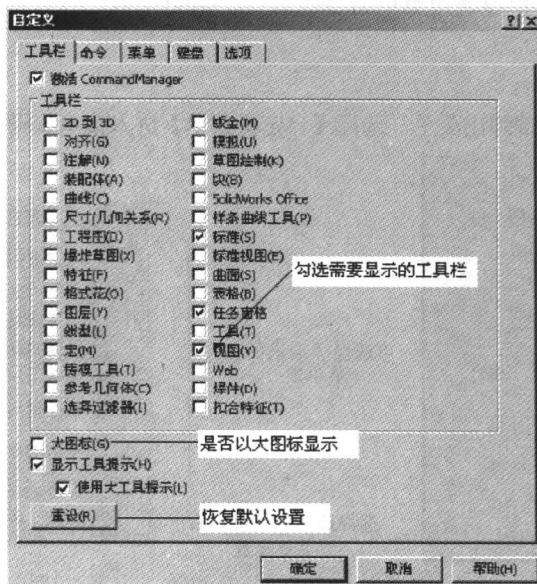

图 1-8 工具栏配置（二）
**方式 2** 在 SolidWorks 2006 工具栏上单击鼠标右键，弹出菜单中选择菜单的最后一项【自定义】，弹出如图 1-8 所示对话框，然后在对话框中根据需要勾选相应的工具栏。完成选择后，单击对话框